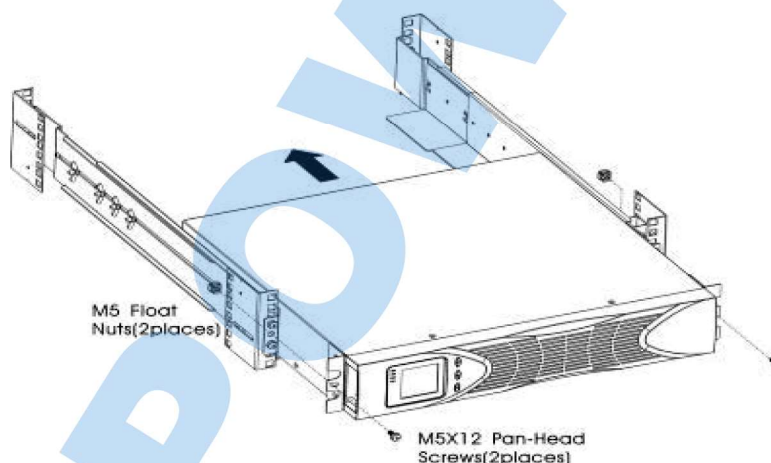

Рис. 4-4. Фиксация передней части шкафа.
12. Закрепите переднюю часть ИБП на стойке с помощью винтов с полукруглой головкой M5x12 и закладных гаек M5 с каждой стороны (см. рис. 4-4). Установите нижний винт на каждой стороне через нижнее отверстие кронштейна и нижнее отверстие рельса. Повторите процедуру для всех дополнительных корпусов.